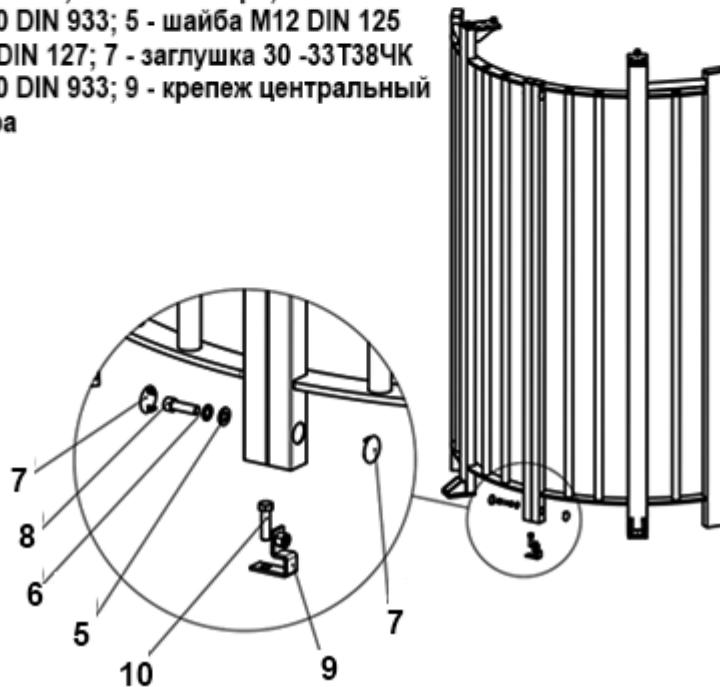

Рисунок 7 – Крепление неподвижной панели ограждения
4.2.8 Рисунок 7 – закрепить неподвижную панель ограждения турникета, используя крепежные скобы (1) 2 штуки и крепеж центральный (9), болты анкеров (2) и (10) M12, закрутив их в соответствующие анкера, используя ключ 19 мм.